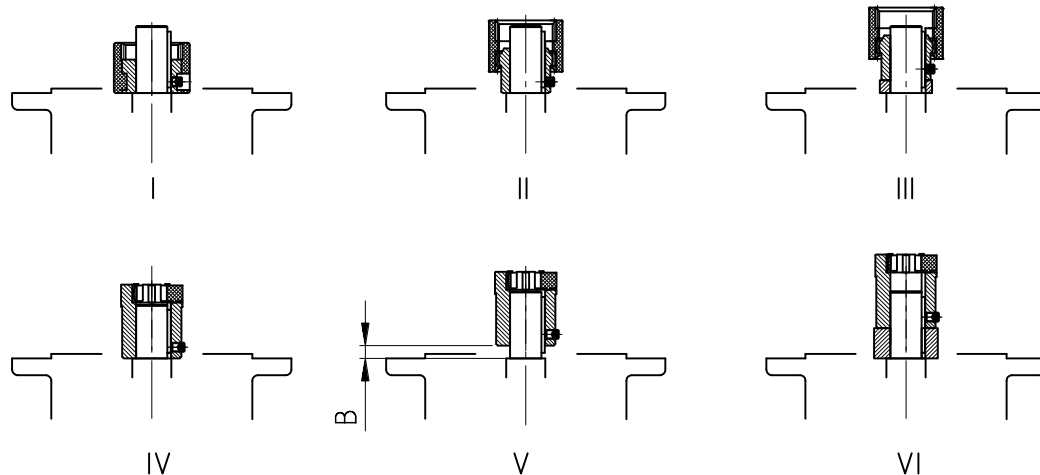

Bild 3-12: Montage der Kupplung auf die Motorwelle bei verschiedenen Kupplungsbauarten
3. Die Kupplungshülse auf die Motorwelle gemäß Angaben des Motorherstellers bis zum Anschlag an den Bund aufziehen. Eventuell sind beiliegende Distanzbuchsen bei den Motorbaugrößen 160, 180 und 225 zwischen Kupplungshülse und Bund zu legen. Bei Standard-Stirradgetrieben ist das Maß B zwischen Kupplungshülse und Bund zu beachten (siehe Bild 3-12). Bei einigen **NEMA-Adaptern** ist die Position der Kupplung gemäß der Angabe auf dem angebrachten Klebeschild einzustellen.
6. Den Motor an Adapter montieren, hierbei den beiliegenden Zahnkranz bzw. die beiliegende Zahnhülse nicht vergessen. (siehe Bild 3-12)